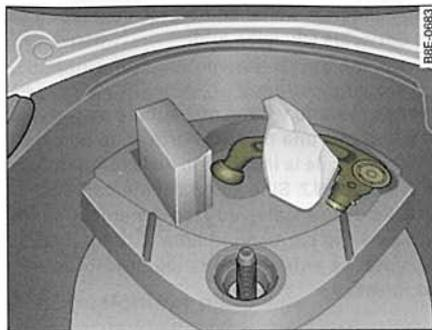

Fig. 195 Maletero: Juego para reparación de neumáticos con dispositivo para remolque
- Para vehículos con juego para reparación de neumáticos ⇒ fig. 195.